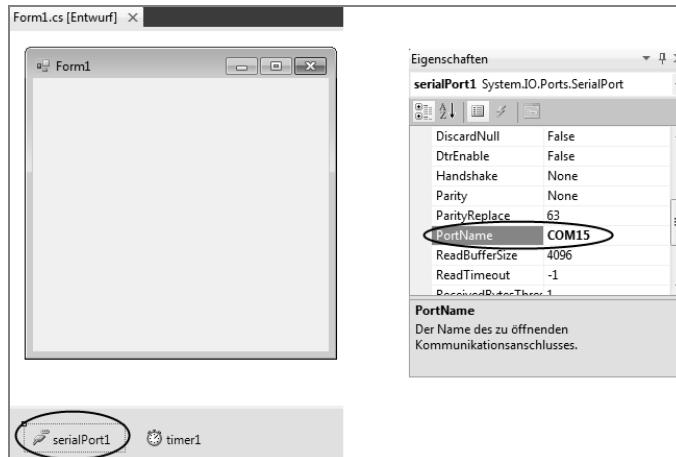

Abb. 5.28:
- Zur Änderung des COM-Ports markieren Sie zunächst den im vorherigen Schritt erzeugten *serialPort1* (Abb. 5.28 links unten) und stellen im Fenster *Eigenschaften* *PortName* auf den gewünschten Wert ein. Wichtig ist, dass ein entsprechender COM-Port vorhanden ist und nicht bereits von einem anderen Programm benutzt wird.